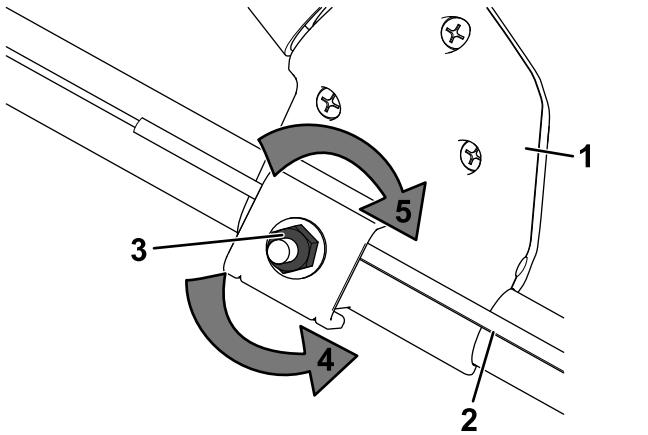

Figura 23
1. Gire la tuerca de ajuste en sentido antihorario para aflojar el ajuste del cable (Figura 23).
2. Ajuste la tensión del cable (Figura 23) tirando del mismo hacia atrás o empujándolo hacia adelante, y sujetelo en esa posición.